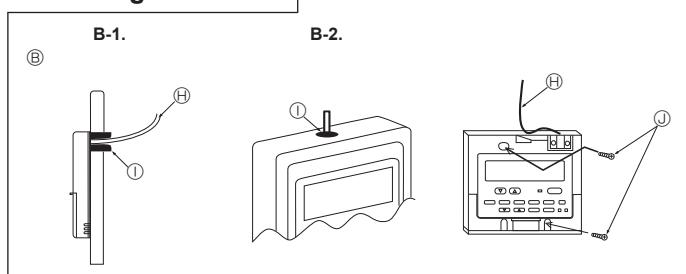

Fig. 7-7
(2) Sigillare l'apertura di servizio del cavo del comando a distanza con mastice, per evitare la possibile entrata di condensa, acqua, scarafaggi o vermi. (Fig. 7-7)